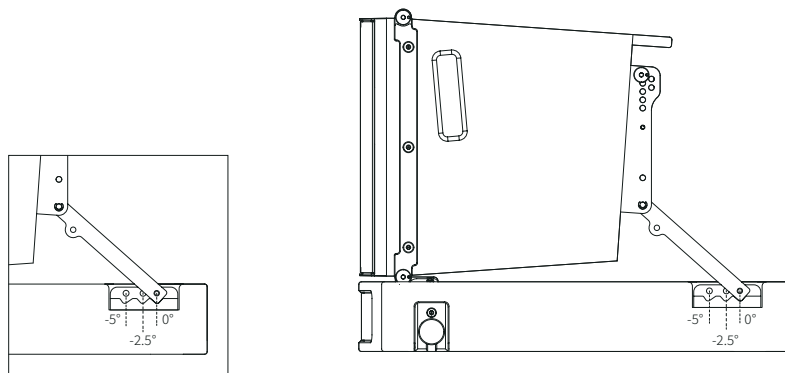

图 11. M-F3A S12 PRO SFi 与 M-F3A S15 PRO SFi 用于角度设定的后部孔位
3. 展开音箱背部的折叠式连接臂，并与堆叠架的后部安全插销锁定。如图 11 所示，设置所需的目标角度，共有三个角度可供选择：0°、-2.5° 和 -5°。